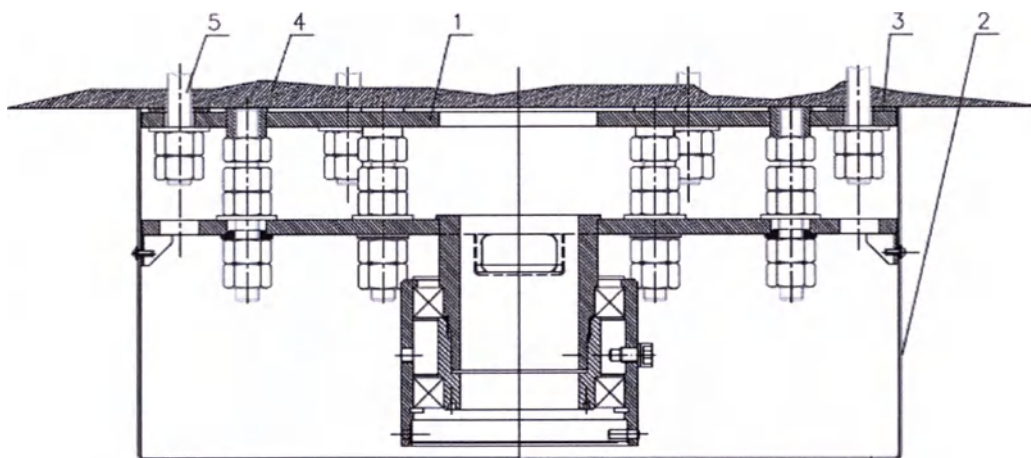

Рисунок 10.3
- 5) закрыть платформу кожухом (рис. 10.3);